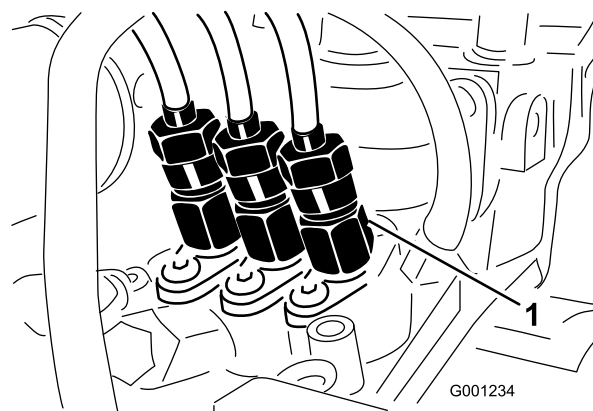

Bild 51
1. Lockern Sie den Leitungsanschluss an der Injektordüsen- und Halterungsgruppe Nr. 1 an der Einspritzpumpe (Bild 51).